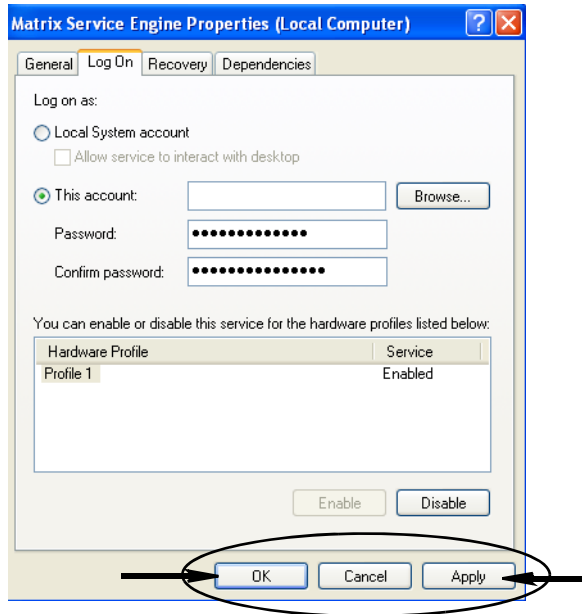

FIG. 41
- Se il computer non riesce a trovare il nome utente, è visualizzato il messaggio di errore illustrato nella FIG. 41, a pagina 42. Passare alla fase j.
- i. Fare clic sul pulsante Applica per applicare le modifiche e quindi sul pulsante OK (FIG. 41).